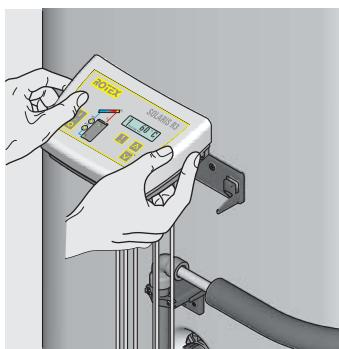

Bild 3-31 Arbeitsschritt 5
- Darauf achten, dass die Kabelschlaufen (wie in Bild 3-29 bis Bild 3-31 dargestellt) nach unten zeigen.